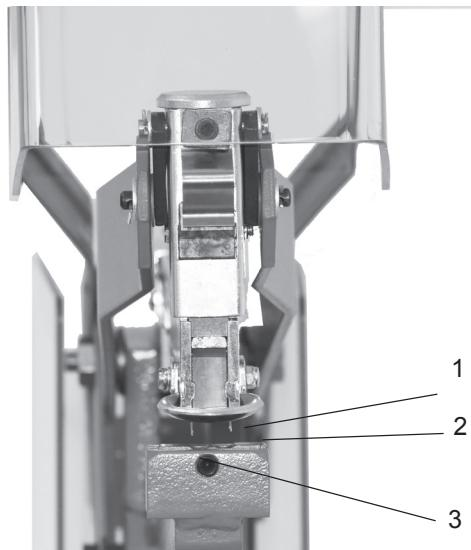

Fig. 14
- Tryck ned häfthuvudet (Fig. 14/1) manuellt, tills en klammer visas i drivarstyrningen eller placera en för hand in i styrningen.
- Tryck häfthuvudet manuellt tills klammern når städet. (Fig. 14/2) klammern skall träffa städskålarna symmetriskt.
- Om städet behöver justeras, lossa skruven (Fig. 14/3) och centrera städet så att klammer träffar skålarna symmetriskt. Drag åt låsskruven efter justeringen.